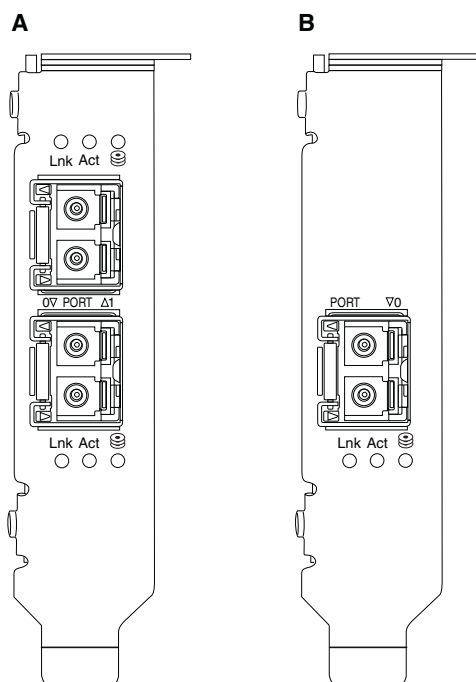

FIGURA 19 Ubicaciones de los LED para el CNA Brocade 1020 (A) y el CNA Brocade 1010 (B)
La Figura 19 indica las ubicaciones de los indicadores LED en los adaptadores Fabric de Brocade 1860 de dos puertos (A) y de un solo puerto de (B). Los indicadores LED para cada puerto son visibles a través de los soportes de montaje.
La Figura 19 ilustra las ubicaciones de los indicadores en un CNA vertical Brocade 1020 (A) y un Brocade 1010 (B). Los indicadores LED para cada puerto son visibles a través de los soportes de montaje.